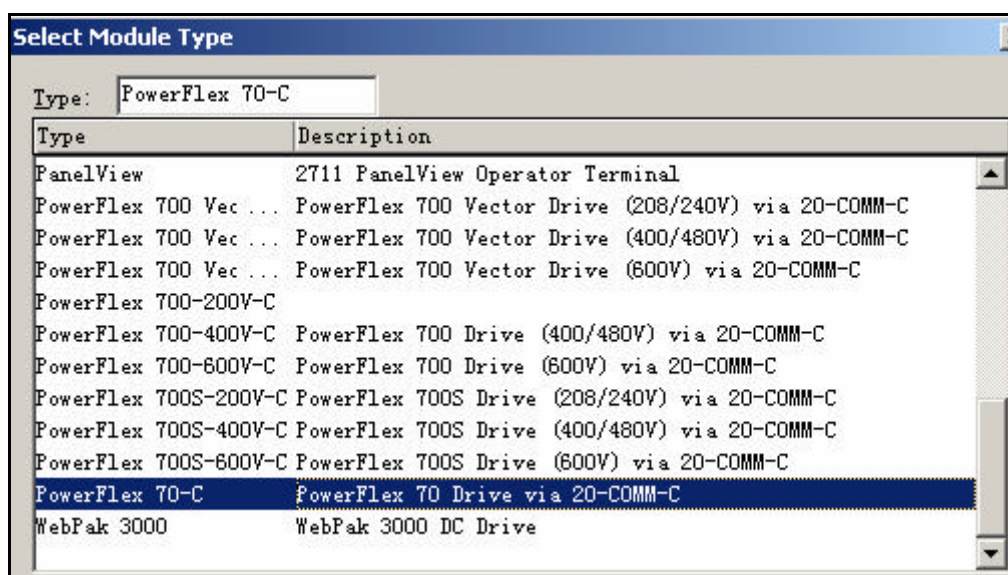

图 4-56 选择模块类型
7. 选择模块类型，如图 4-56 所示，选择 PowerFlex 70-C。PowerFlex 70 变频器通过 20-COMM-C 通讯卡接入 ControlNet 网络。